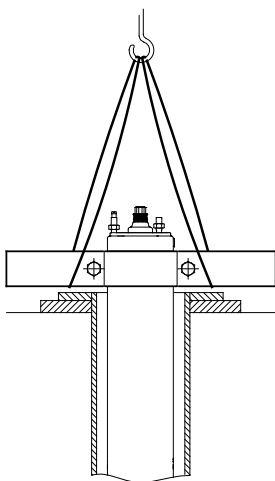

Рис. 13 Электродвигатель в вертикальном положении
- Установите двигатель в вертикальном положении в отверстие скважины. См. рис. 13.